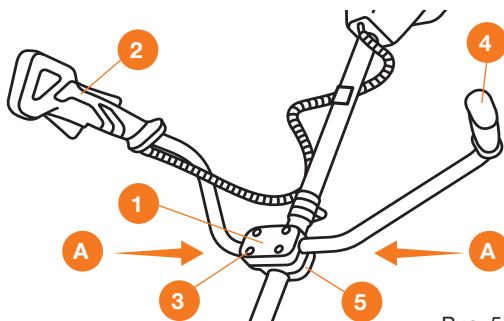

Рис. 5
Рукоятки устанавливайте таким образом, чтобы рукоятка управления находилась с правой стороны. Открутите винты крепления ③ зажима ①, снимите его и установите рукоятки ② и ④ по стрелке А на держатель ⑤, затем закрепите болты ③ с головкой под торцевой ключ (Рис. 5).